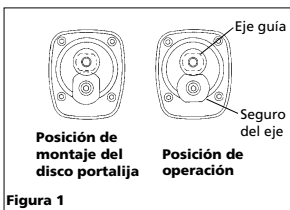

Figura 1
4. Deje de oprimir el gatillo y conecte la herramienta neumática a la fuente de suministro de aire. Cúbrale el orificio de salida con una toalla (Vea la Figura 1). Deje que la herramienta neumática funcione de 7 a 10 segundos. Al aplicar presión de aire la herramienta expulsará aceite por el orificio de salida. Deje que la herramienta funcione hasta que no expulse más aceite. Limpie todos los residuos de aceite antes de comenzar a trabajar.
1. Asegure el eje guía en su posición antes de acoplar el disco portaliija. Gire el seguro del eje hasta que éste enganche con el eje guía y ajuste con la mano el disco portaliija en el sentido de las agujas del reloj (Véase Figura 1).